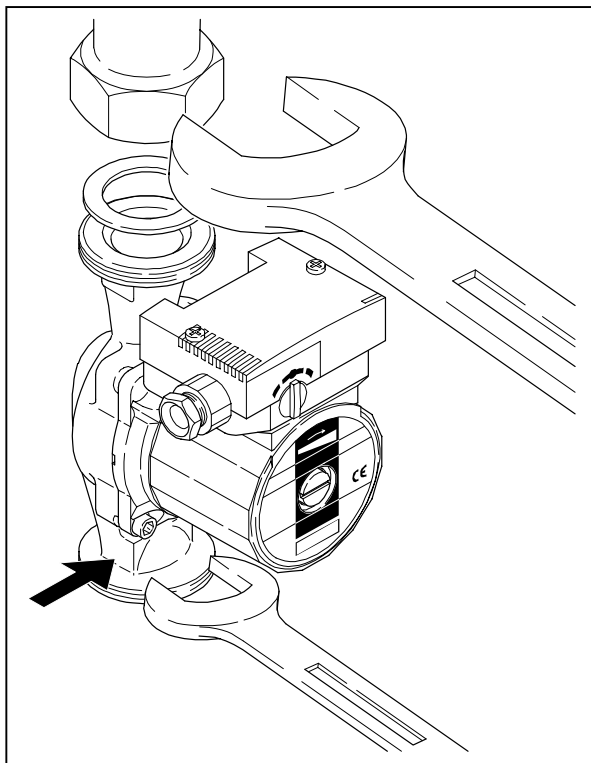

Рис. 3
- Чтобы насос не проворачивался при монтаже его необходимо придерживать с помощью гаечного ключа (Рис. 3).